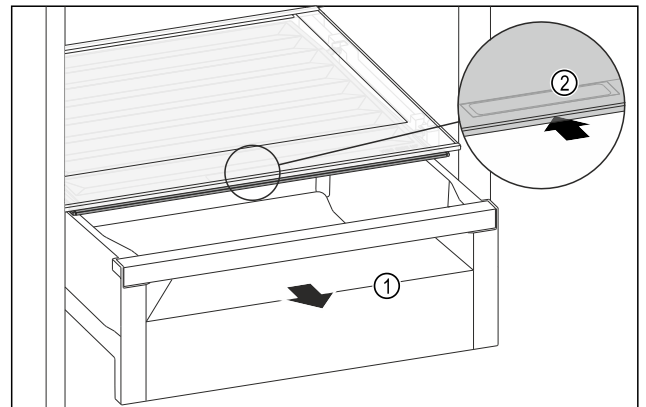

Fig. 171
- ▶ Schubfach Fig. 171 (1) herausziehen.
- ▶ Griffmulde Fig. 171 (2) am Fachdeckel anfassen und Fachdeckel gleichzeitig nach hinten schieben.